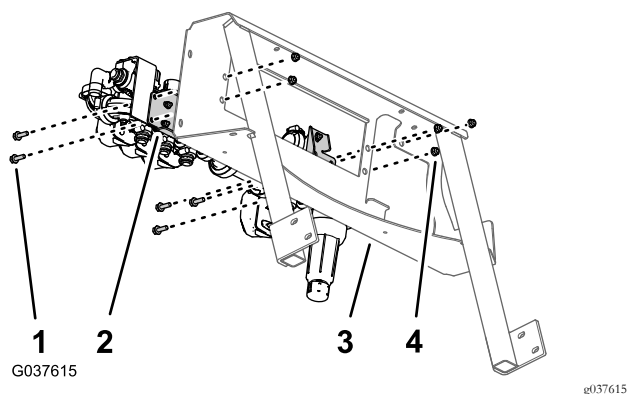
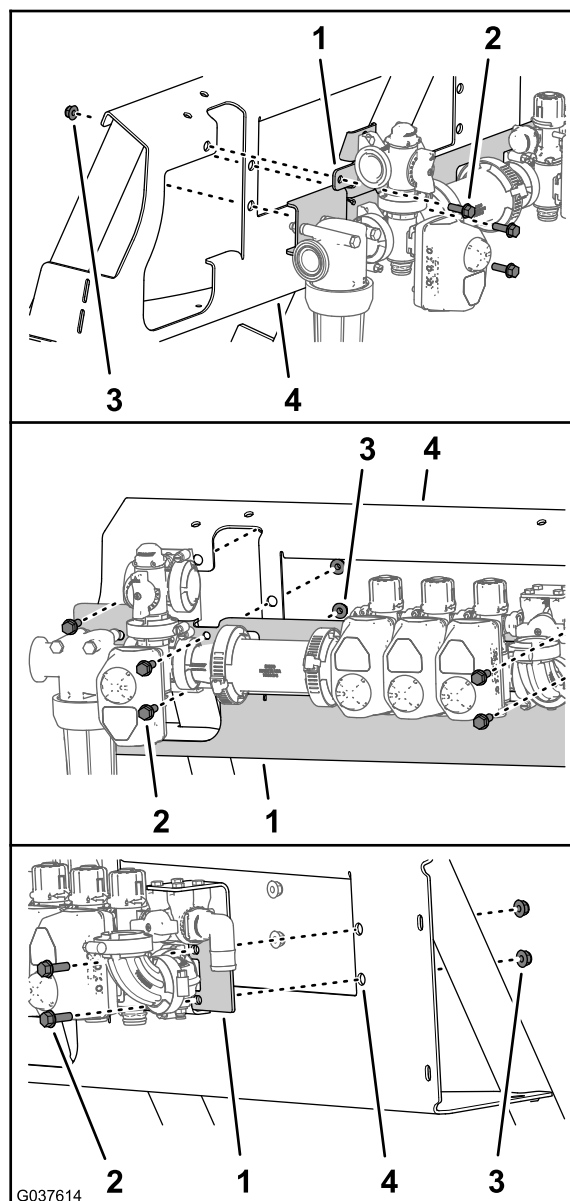

Figura 48
Figura 49
1. Alinhe os furos no suporte da válvula com o conjunto da válvula do pulverizador com os furos na montagem da válvula (Figura 48 e Figura 49).
2. Monte o suporte da válvula na montagem da válvula (Figura 48 e Figura 49) com os cinco parafusos de cabeça flangeada (5/16 x 1 pol.) e cinco porcas de bloqueio flangeadas (5/16 pol.).